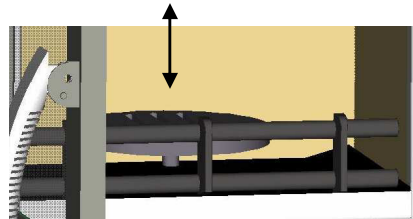

Bild 6
- Vor Inbetriebnahme sind die Transportsicherungen auf der Umlenkplatte über dem Feuerraum (Bild 6) herauszunehmen und evtl. Aufkleber auf der Sichtscheibe rückstandsfrei zu entfernen.